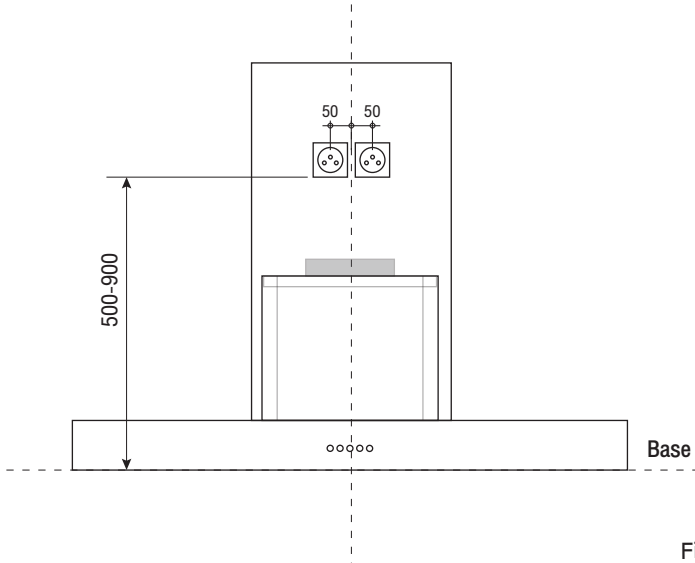

Fig.7
1. ติดตั้งเต้ารับปลั๊กไฟคุณภาพดีพร้อมสายดิน ตามตำแหน่งที่ระบุ (รูป Fig.7)